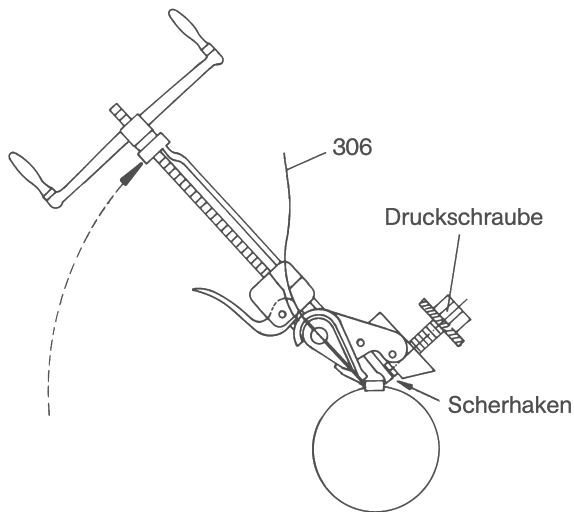

Bild 11: Abscheren der Gelenkschelle.
- Prüfen, daß die Gelenkschelle (306) am gesamten Umfang der Gelenkmanschette (308) in der Manschettennut liegt.
- Spannwerkzeug langsam um ca. 60° nach oben schwenken bis der Scherhaken hinter das Gelenkschellenschloß greift (siehe Bild 11).